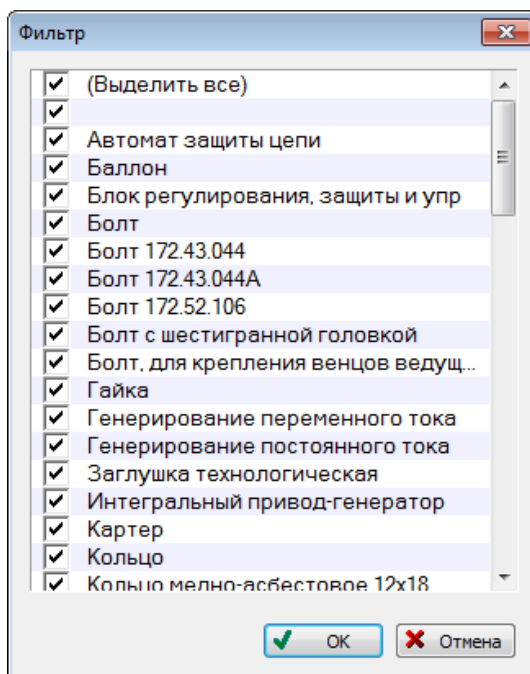

Рис. 5-61 – Диалоговое окно «Фильтр»
2) Нажать кнопку «Фильтр по колонке» (2).
3) В результате откроется диалоговое окно «Фильтр» (рис. 5-61) со списком доступных значений для настройки фильтра. Этот список формируется только из тех значе-